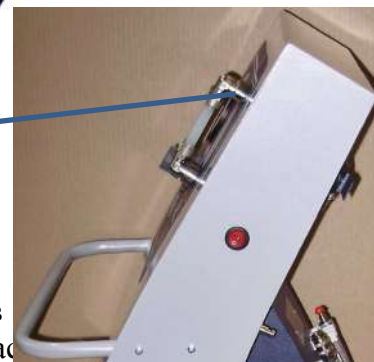
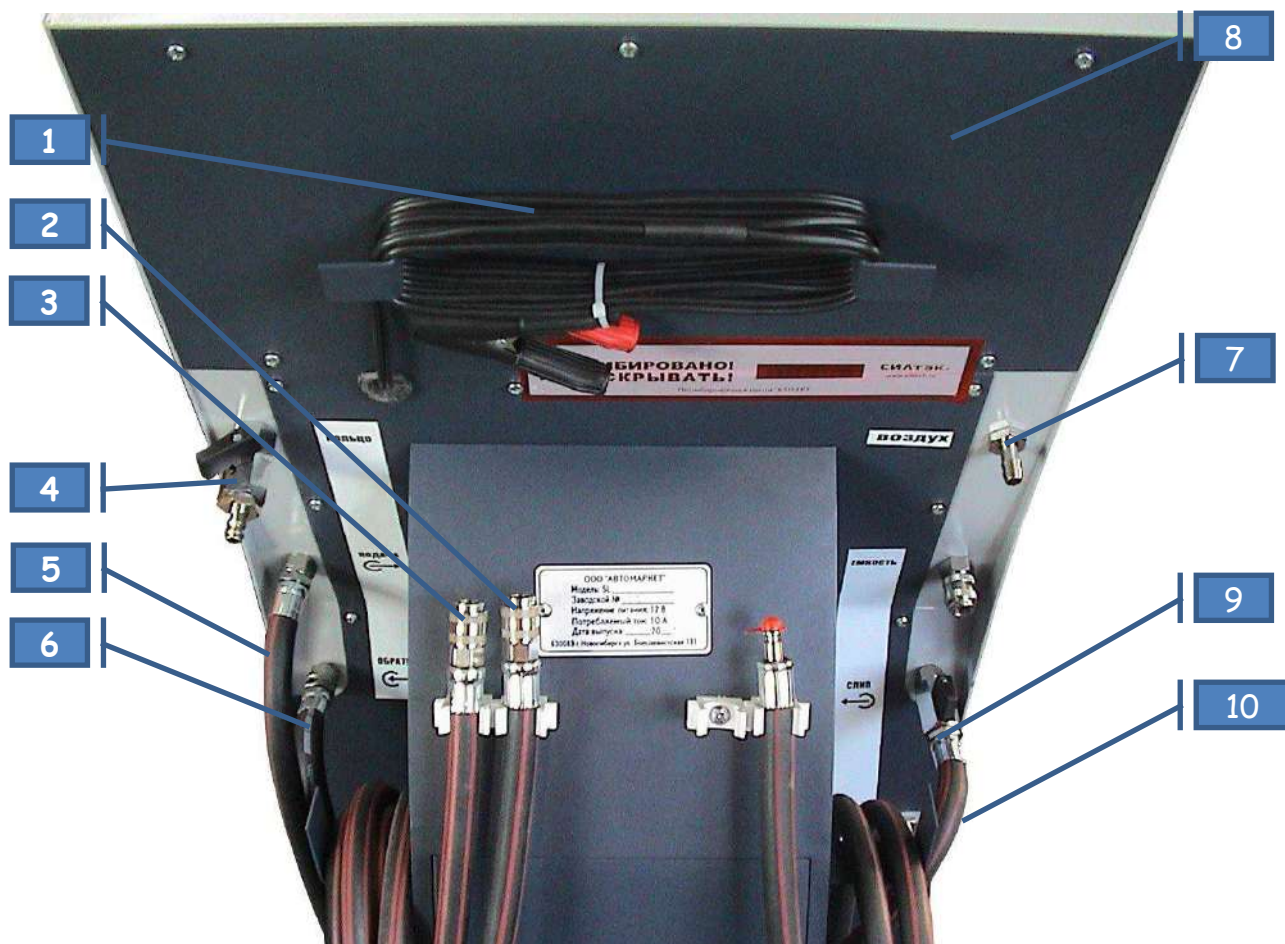

Рис. 2
Рис. 3
1. Подсоединить зажимы «крокодил» (п.1 рис. 3) кабеля питания установки к источнику питания: красный к положительной клемме - черный на «массу».
2. Включить тумблер питания (п.11 рис. 2). Загорится Светодиод канал 1 (п.1 рис. 2).
3. Заборный шланг с фильтром защелкнуть на БРС с надписью «Забор» (п.10 рис. 3).
4. Если используется **внутренний забор** – залить, используя воронку (п. 6 рис. 1), во внутреннюю емкость установки антифриз, в требуемом количестве (min 5 - max 20 литров), свободный конец заборного шланга защелкнуть на БРС с надписью «Емкость» (п. 8 рис. 3).
6. Черный шланг с надписью «Подача» (п.5 рис.3) замкнуть на БРС «Кольцо» (п.4 рис.3). Открыть шаровой кран на штуцере «Кольцо». После процедуры подготовки кран необходимо закрыть.
7. Вставить Сливной шланг установки («Слив»), в свободную ёмкость объемом не менее 20 л, и повернуть вентиль (п.9 рис. 3) в положение «Открыто» (параллельно шлангу).
8. Нажать кнопку «**Пуск**» (п.4 рис. 2), расположенную на лицевой панели и **удерживать ее**, пока из сливного шланга (п.9 рис. 3) не пойдет равномерная, без пузырьков воздуха струя жидкости, и давление на манометре не достигнет значения 0.5 bar и более.
9. Нажать кнопку «**Стоп**» (п.5 рис. 2).
- нажать и удерживать кнопку «Пуск» (п.4 рис.2), пока уровень жидкости не опустится до пластин радиатора;
- нажать кнопку «Стоп» (п.5 рис.2).
9. Подсоединить к адаптерам шланги от установки, «Подающий» шланг черный (с надписью «Подача» п.5 рис.3) к «двигателю», «Обратный» шланг прозрачный (с надписью «Обратка» п.6 рис.3) к «термостату».
1. Повернуть вентиль Сливного шланга (п.9 рис.3) в положение «Закрыто» (перпендикулярно крану).
2. Нажать кнопку «Пуск» (п.4 рис.2).
6. Медленно открыть сливной кран (п.9 рис.3) на установке и стравить давление в системе.